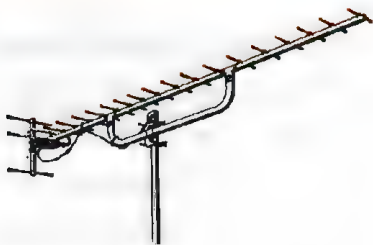

Fig. 1 - Esempio tipico di antenna per la ricezione dei programmi televisivi UHF.
**Fig. 1** - Questa è da considerarsi l'installazione ideale di un'antenna di tipo Marconi. Il filo conduttore, rappresentato da una trecciola di fili di rame, deve rimanere teso nella posizione più alta possibile; in ogni caso è sempre da preferirsi una disposizione verticale. Gli isolatori debbono essere di ottima qualità per evitare dispersioni di energia elettromagnetica verso terra. La lunghezza complessiva dell'antenna deve essere pari ad 1/4 d'onda. Se la discesa è realizzata con cavo schermato, si evitano gli impulsi spuri, mentre la discesa non deve essere computata nel calcolo della lunghezza dell'antenna. Se la discesa è ottenuta con filo nudo, questa dovrà essere considerata come parte integrante dell'antenna e conteggiata nella lunghezza complessiva. La presa di terra si ottiene sfruttando le condutture dell'acqua.